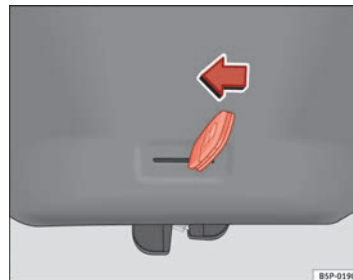

Abb. 68 Heckklappe:
- Den Schlüsselbart in den Schlitz stecken und das Verriegelungssystem entriegeln, indem der Schlüssel von rechts nach links in Richtung Pfeil bewegt wird → Abb. 68.